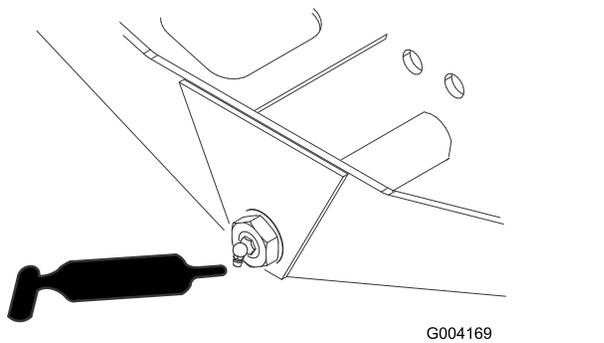

Рисунок 77
- Ось поворота моста (1 шт.) (Рисунок 77)